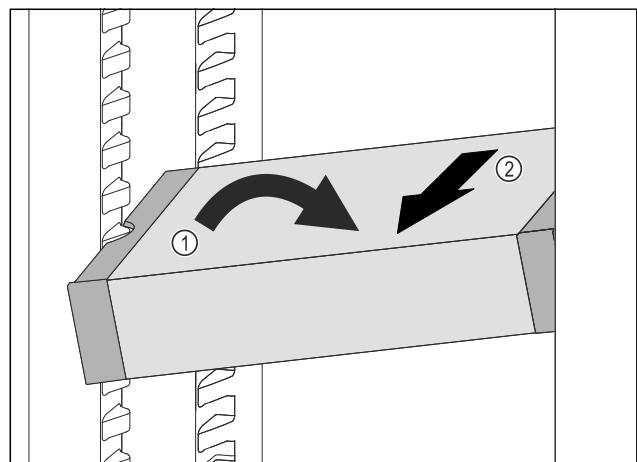

Fig. 99
- ▶ Incliner le VarioSafe dans la partie réfrigérateur. Fig. 99 (1)
- ▶ Sortir le tiroir VarioSafe par l'avant. Fig. 99 (2)